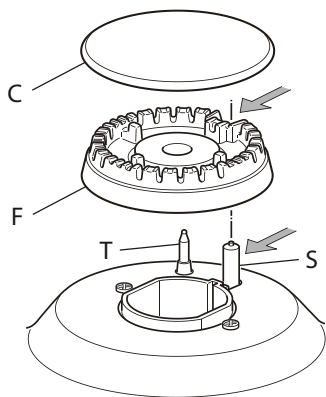

Fig. 5.4
- Verificare che la sonda "T" (fig.5.4) vicino ad ogni bruciatore sia sempre ben pulita in modo da permettere il regolare funzionamento della valvolatura di sicurezza.
- Verificare che l'elettrodo "S" (fig.5.4) sia sempre ben pulito in modo da permettere lo scoccare regolare delle scintille.
É molto importante verificare il perfetto posizionamento dello spartifiamma "F" e del cappello "C" del bruciatore (vedere figure 5.4 - 5.5) perché un loro spostamento dalla sede può essere causa di gravi anomalie